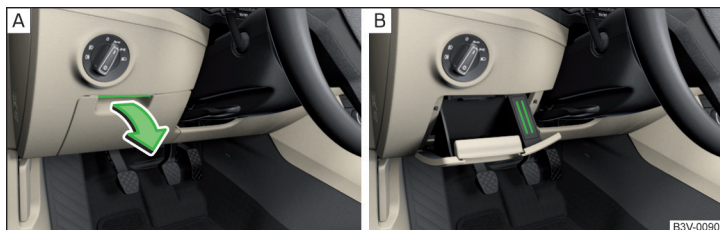

Fig. 86 Abrir el compartimento guardaobjetos/ postatarjetas
- Para **abrir**, levantar el tirador y abrir el compartimento en el sentido de la flecha » fig. 86 - [A].
En el compartimento guardaobjetos hay un portatarjeta » fig. 86 - [B].